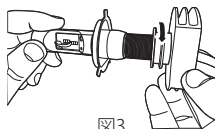

図3
- Unscrew the heat sink from the LED4 headlight as shown in Figure 3.
- LEDヘッドバルブについているヒートシンクをねじって外します (図3参照)。
- 从LED4前灯上拆下散热器，如图3所示。